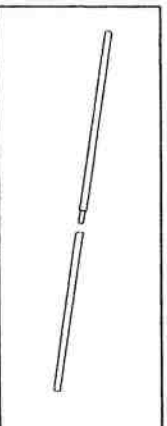

Abb. 4:
4. Beschwerungsstäbe (je nach Lieferumfang Abb. 4 oder 5) zusammen stecken und auf der linken Stoffseite unten in die Öffnung des Tunnels einschieben. (Abb. 3)
4. Put together the reinforcing rods (depending on scope of delivery Abb. 4 or 5) and insert into the tunnel opening on the left side of the fabric at the bottom. (Abb. 3)
4. Assembler les éléments alourdisseurs (Abb. 4 ou 5 en fonction de la fourniture) et les insérer du côté gauche de l'étoffe, à la partie inférieure, dans l'ouverture du passant. (Abb. 3)
4. Verzwaringstaven (afhankelijk van leverantie Abb. 4 of 5) in elkaar steken en aan de linker kant van de stof van onder in de opening van de tunnel schuiven (Abb. 3).